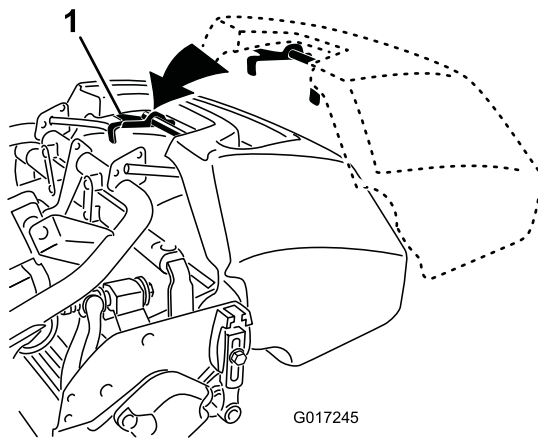

Рисунок 21
1. Возьмите травосборник за рукоятку (Рисунок 21).
2. Вставьте край травосборника между боковыми пластинами режущего блока и над передним валиком (Рисунок 21).
3. Зацепите крюки травосборника за петлю рамы (Рисунок 21).